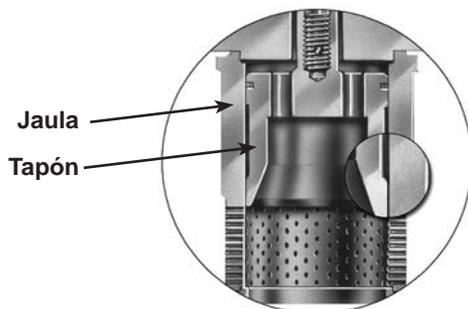
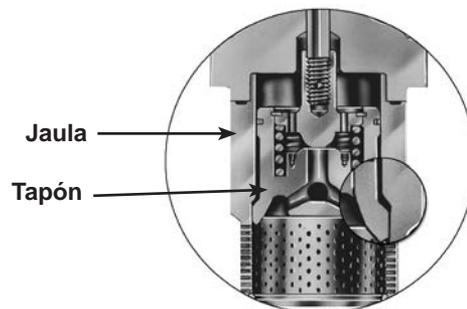

Figura 4 - Diseño de tapón recto
Figura 5 – tapón en forma de campana, solo diseño piloto
1. Retire el conjunto del tapón de la válvula de la jaula de la válvula tirando del vástago del tapón de la válvula hacia arriba. En el caso del diseño del tapón en forma de campana (consulte la Figura 5); tirar del vástago del tapón retirará el tapón y la jaula juntos. Para diseños de tapones rectos (consulte la Figura 4), después de retirar el tapón, levante la jaula para retirarla del cuerpo de la válvula.